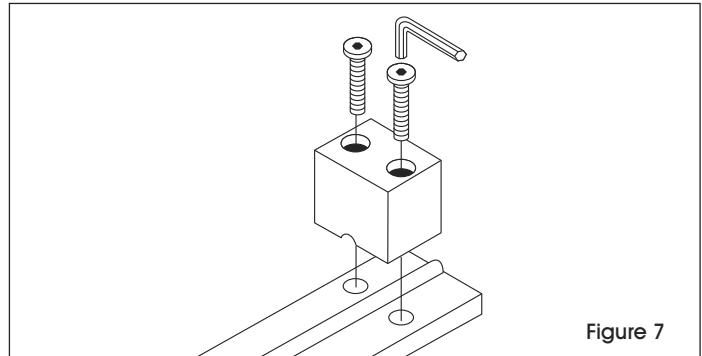

Figure 7
1. Fixez les butées aux extrémités des rails à l'aide de deux boulons. (Voir Figure 7)